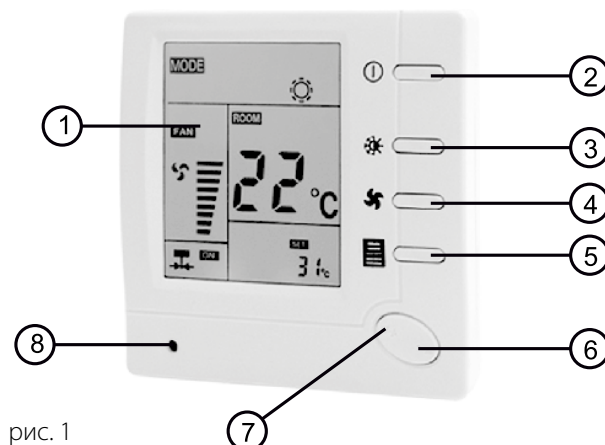
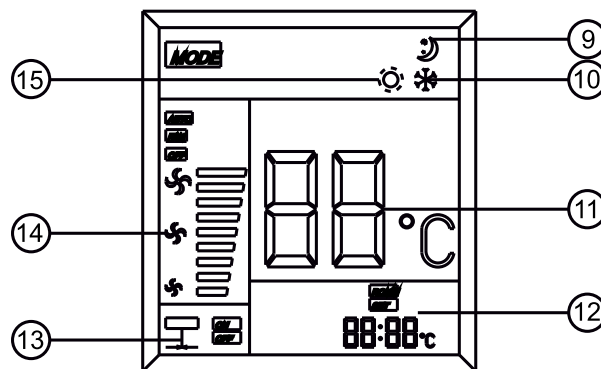

рис. 1
рис. 2
дисплей (рис.2):
Включите терморегулятор, нажав кнопку питания (2). Нажмите кнопку выбора скорости вентилятора. На дисплее отобразится один из знаков (14 на рис.2) или AUTO. Это означает, что вентилятор будет вращаться на скорости HI (высокая), MED (средняя), LOW (низкая) или AUTO (автоматический режим). Если выбрать режим AUTO, скорость вращения вентилятора будет меняться в зависимости от разницы между фактической температурой в помещении и установленной температурой. Если температура в помещении более чем на 3 градуса выше заданной температуры при охлаждении или более чем на 3 градуса ниже заданной температуры при нагреве, вентилятор будет работать на наибольшей скорости. Если температура в помещении на 2-3 градуса выше, чем установленная температура при охлаждении или на 2-3 градуса ниже, чем установленная температура при нагреве, вентилятор будет работать на средней скорости. Если температура в помещении на 0-1 градус выше установленной температуры при охлаждении или на 0-2 градуса ниже установленной температуры при нагреве, вентилятор будет работать на малой скорости.
Установите кнопкой выбора режимов работу в режиме нагрева (знак 15 на рис.2). Нажмите "+" для увеличения значения температуры регулирования. Если температура в помещении ниже установленной, система нагрева начнет работу. Нажмите "-" для уменьшения значения температуры регулирования. Если температура в помещении выше установленной, система нагрева остановит работу.
Установите кнопкой выбора режимов работу в режиме охлаждения (знак 10 на рис.2). Нажмите "-" для уменьшения значения температуры регулирования. Если температура в помещении выше установленной, система охлаждения начнет работу. Нажмите "+" для увеличения значения температуры регулирования. Если температура в помещении ниже установленной, система охлаждения останавливает работу.
Нажмите кнопку перехода в «ночной» режим (5 на рис.1). Появляется символ «ночного» режима (9 на рис.2). Данный режим будет активен в течение 8 часов, при этом терморегулятор будет контролировать нагрев или охлаждение согласно графику приведенному ниже. Снова нажмите кнопку перехода в «ночной» режим, соответствующий символ исчезнет, что означает отмену работы в «ночном» режиме.
Настройка режимов управления позволяет вам для автоматического режима установить определенные рабочие характеристики терморегулятора в соответствии с вашими требованиями. Выключите терморегулятор нажав на кнопку питания затем нажмите и удерживайте кнопку «ночного» режима (5, рис.1) не менее 4 секунд до того, пока не засветится дисплей. Это означает, что вы вошли в первый пункт настройки режима управления меню. Всего имеется 4 таких пункта что соответственно отображается на дисплее. Выбор соответствующего пункта меню определяется нажатием кнопки (5). В каждом пункте для изменения настроек воспользуйтесь кнопкой "+" или "-". Для выхода из меню и возврата в обычный режим работы, выключите терморегулятор, нажав на кнопку питания и снова его включите.